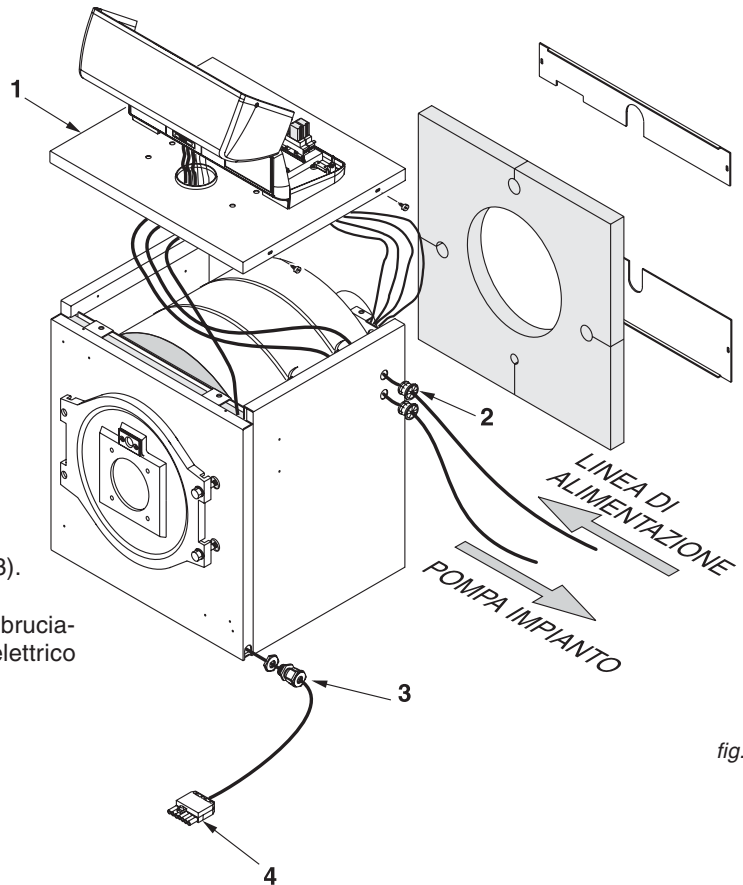

fig. 10
- Inserire, attraverso i passacavi (fig. 10, pos. 2) dalla parte posteriore dei fianchi della caldaia, nel lato più conveniente, i cavi necessari (alimentazione, pompa, termostati ambiente, etc.) portandoli fino all'altezza della posizione del quadro elettrico.
- Inserire il cavo del bruciatore in una delle due feritoie ricavate in basso ai lati del pannello frontale e fissarlo con un pressacavo (fig. 10, pos. 3).
- Montare la spina del bruciatore (fig. 10, pos. 4) (N.B. per il collegamento dei fili, sia del cavo bruciatore che della linea e della pompa, vedere schema elettrico a pag. 20).